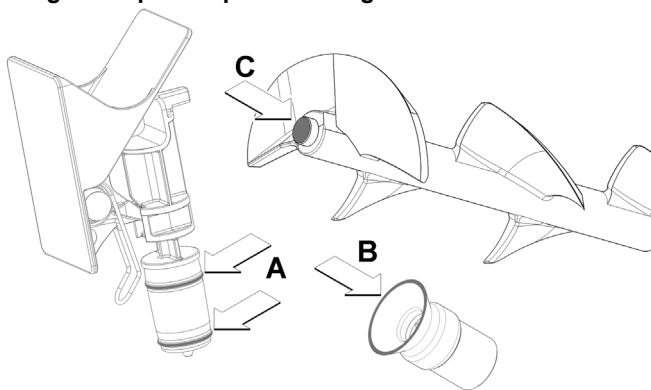

figure 24
- 2 Lubrifier le piston du robinet, le raccord du racleur et la partie avant du racleur aux points indiqués dans la figure 24. Utiliser uniquement la graisse fournie avec la machine ou une